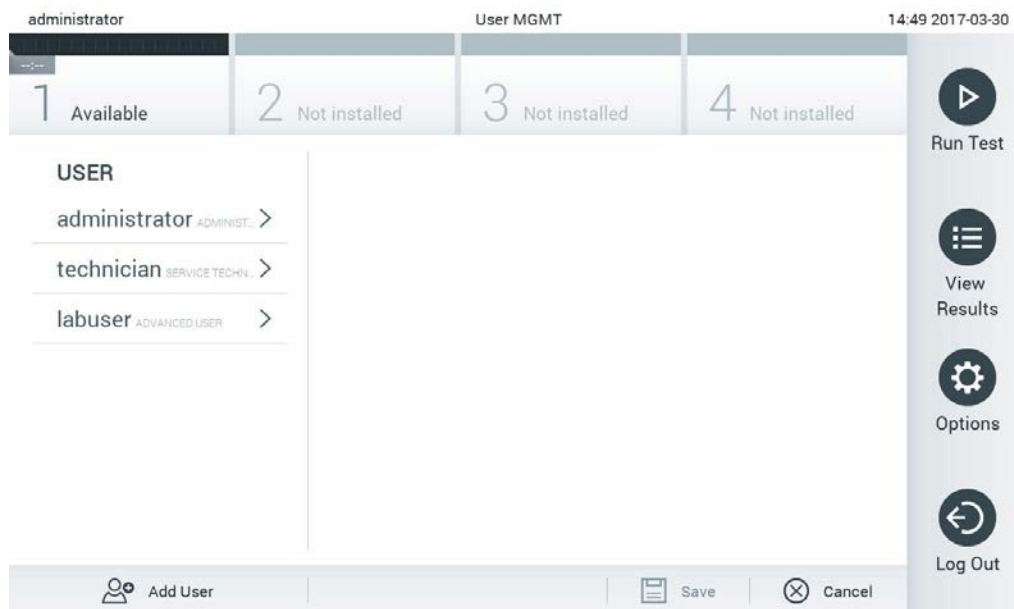

Figura 52. Schermata User Management (Gestione utenti).
1. Premere il pulsante Options (Opzioni) quindi User Management (Gestione utenti) per configurare gli utenti. Nell'area dei contenuti del display, viene visualizzata la schermata User Management (Gestione utenti) (Figura 52).